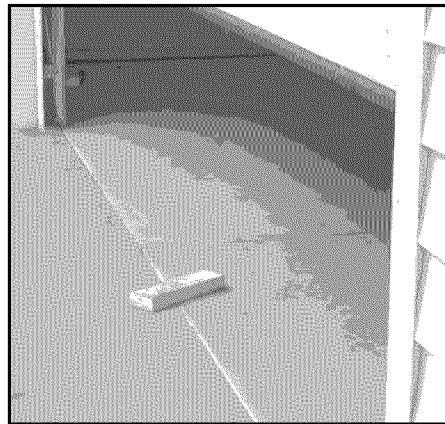

FIG. 6-6 **2 x 4 debajo del centro del vano de la puerta. Colombe de 5 x 10 cm sous le centre de l'ouverture de la porte.**
- Ponga un larguero de 2" x 4" (de plano) debajo del centro del vano de la puerta (Fig. 6-6).
- Placer une colombe de 5 x 10 cm (posée à plat) sous le centre de l'ouverture de la porte de garage (Fig. 6-6).